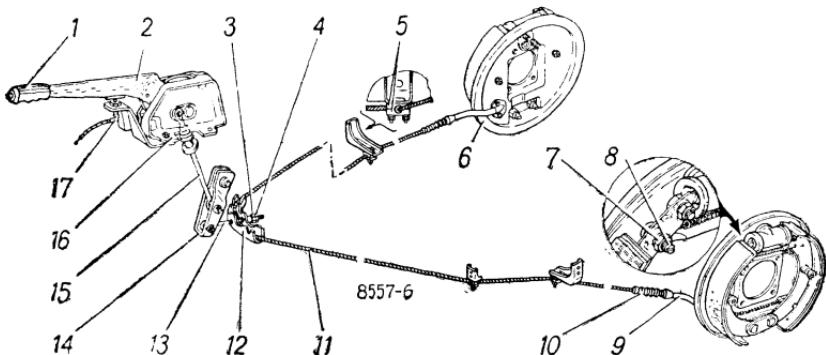

Рис. 50. Стояночный тормоз:
Рычаг 2 (рис. 50) привода стояночного тормоза расположен справа от водителя, между передними сиденьями.
- отверните контргайку 4 (см. рис. 50) и гайку 3, снимите тяги 13 уравнитель 12 с тросом 11;
- ослабив гайку 7 (см. рис. 50) и поворачивая эксцентрик 8, установите свободный ход приводного рычага 14 (см. рис. 43) в пределах 6—9 мм. Свободный ход следует измерять на нижнем конце приводного рычага, используя прорезь в ребре колодки или измеряя перемещение троса относительно торца направляющей трубы, как было сказано выше;